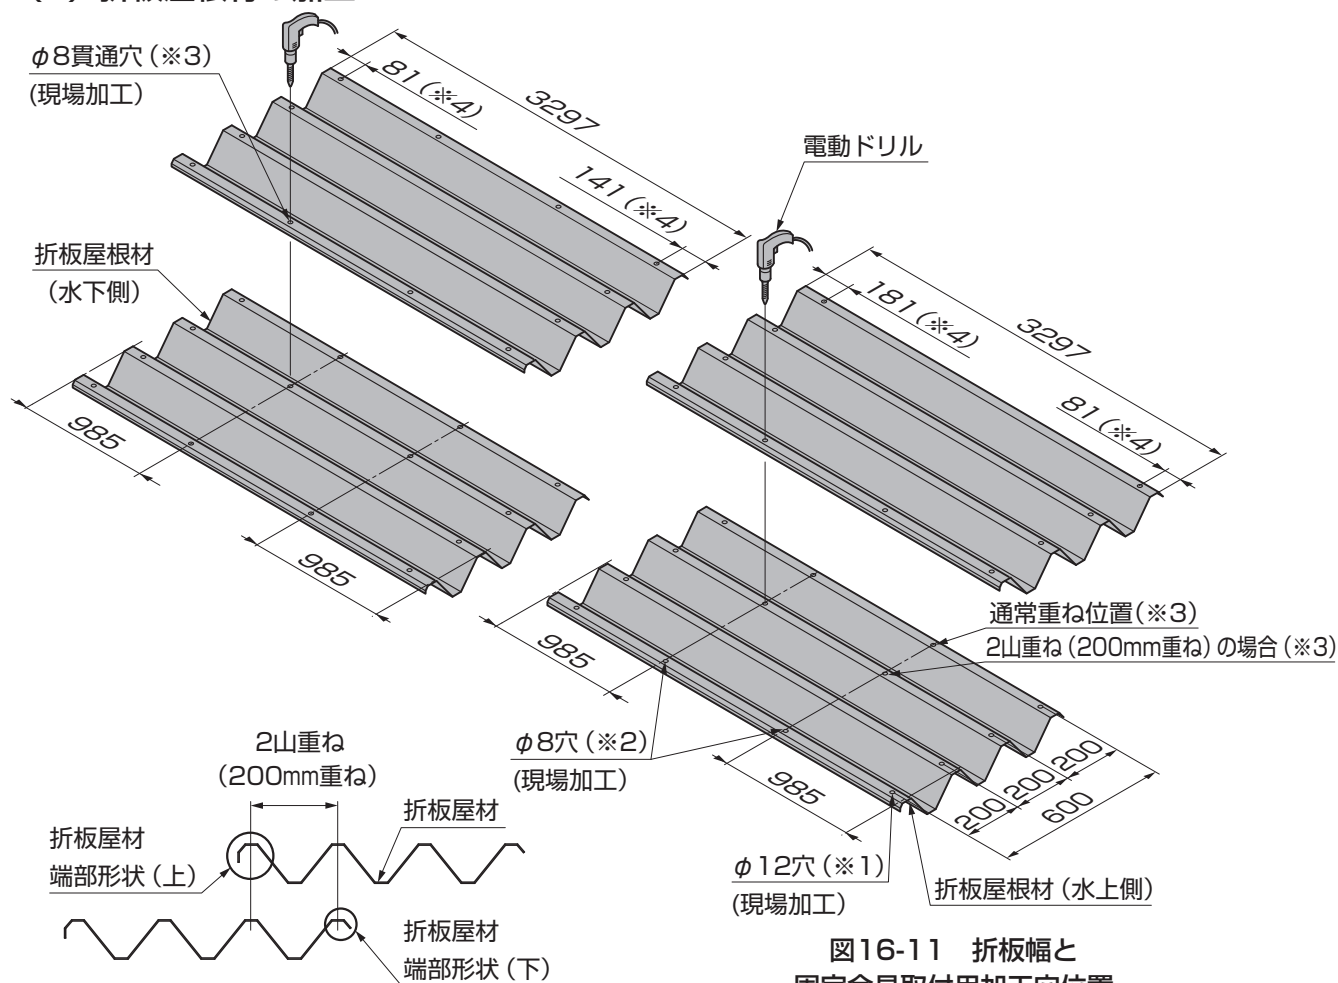

図16-11 折板幅と
- ①折板屋根材の両端部に片側4ヶ所ずつ、合計8ヶ所φ12の穴（※1）をあけてください（図16-11参照）
- ②折板屋根材と折板屋根材を重ね合わせて、折板屋根材の中央部（※2）（※3）に等間隔で2ヶ所、φ8の下穴をあけてください。（図16-11参照）
- 折板屋根材の端部形状には上下がありますので、図16-11にしたがって重ねあわせてください。